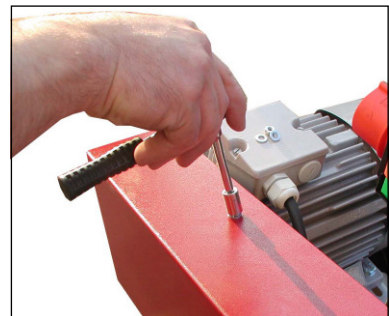

Bild 20
- schrauben sie den Keilriemenschutz ab (SW 10) (siehe „Bild 20“)